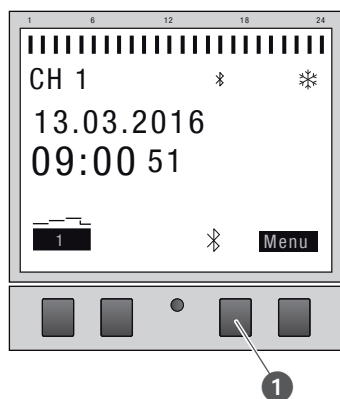

Abb. 18: Bluetooth-Verbindung an der Steckdosenschaltuhr ein-/ausschalten
1. Zum Ausschalten der Bluetooth-Verbindung die Bluetooth-Taste (Abb. 18/①) an der Steckdosenschaltuhr ca. 2 Sekunden drücken.